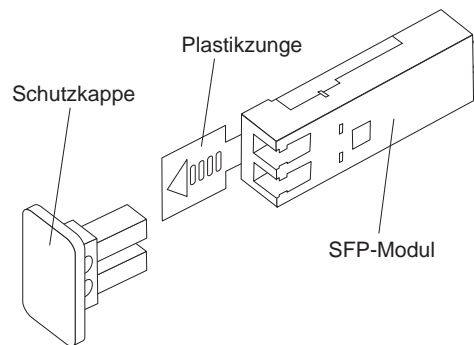

Abbildung 16. SFP-Modul
2. Entfernen Sie die Schutzkappe vom SFP-Modul, wie in Abb. 16 dargestellt. Bewahren Sie die Schutzkappe zur späteren Verwendung sorgfältig auf.
2. Entfernen Sie, falls erforderlich, die Schutzkappe vom SFP-Modul, wie in Abb. 16 auf Seite 25 dargestellt. Bewahren Sie die Schutzkappe zur späteren Verwendung sorgfältig auf.